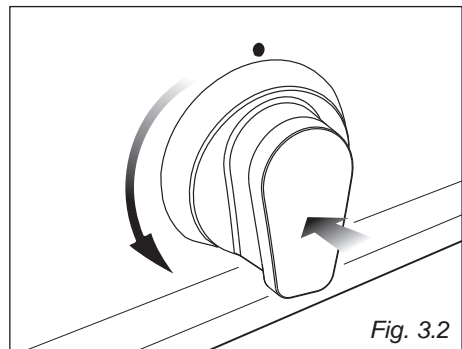

Fig. 3.2
1. Tourner le bouton dans le sens inverse des aiguilles d'une montre jusqu'à la position * (débit maximal), appuyer sur le bouton et le maintenir appuyé jusqu'à ce que la flamme soit allumée (fig. 3.2).